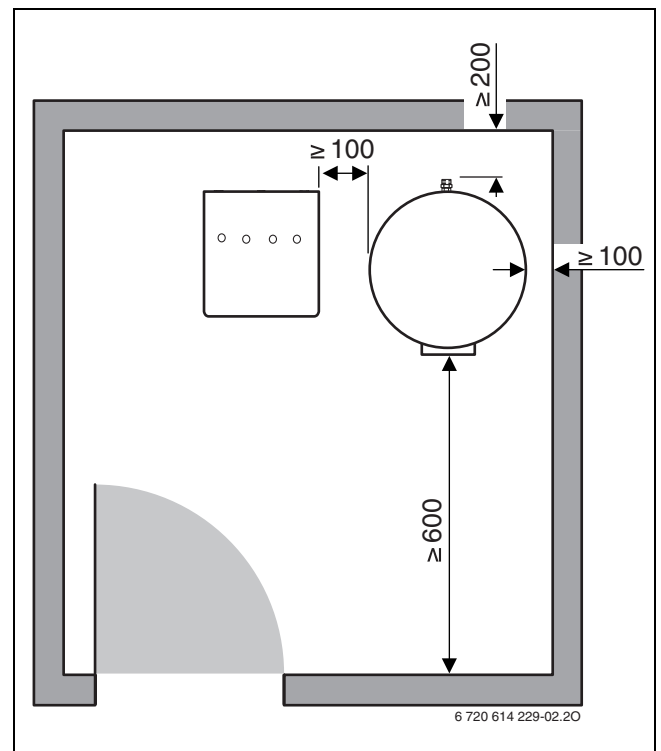

Fig. 2 Distancias mínimas a la pared recomendadas
- ▶ Mantener la distancia mínima a la pared (→ fig. 2, pág. 5)